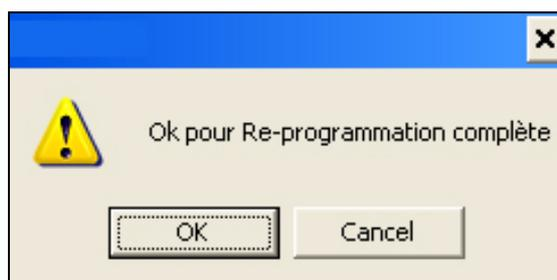

Figure 4-1: Ecran OK pour Re-Programmation Complète
- 3 Double-cliquer sur  pour ouvrir l'application 4320. L'écran affiche le message *OK pour Reprogrammation complète* (voir Figure 4-1).